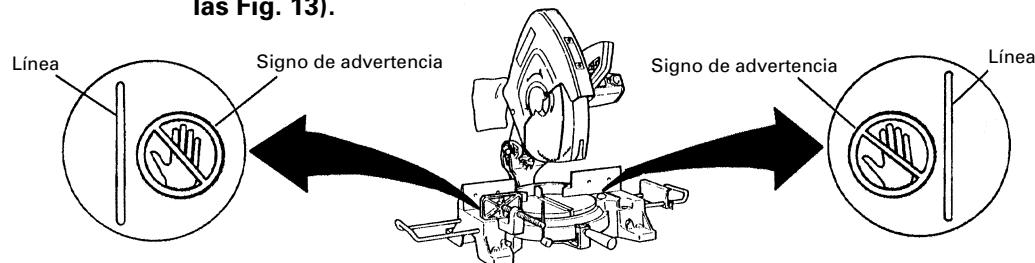

Fig. 13
* No coloque nunca sus miembros dentro de la línea cerca del signo de advertencia mientras esté utilizando la herramienta. Esto podría resultar peligroso (consulte las Fig. 13).